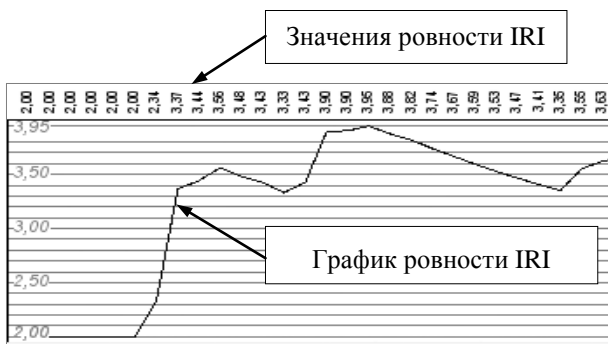

Рис. 22.3
3. После применения (кнопка  <F12>) выполняется расчёт показателя ровности IRI и заполняются графы **Ровность IRI** и **График ровности IRI** (рис. 22.3).